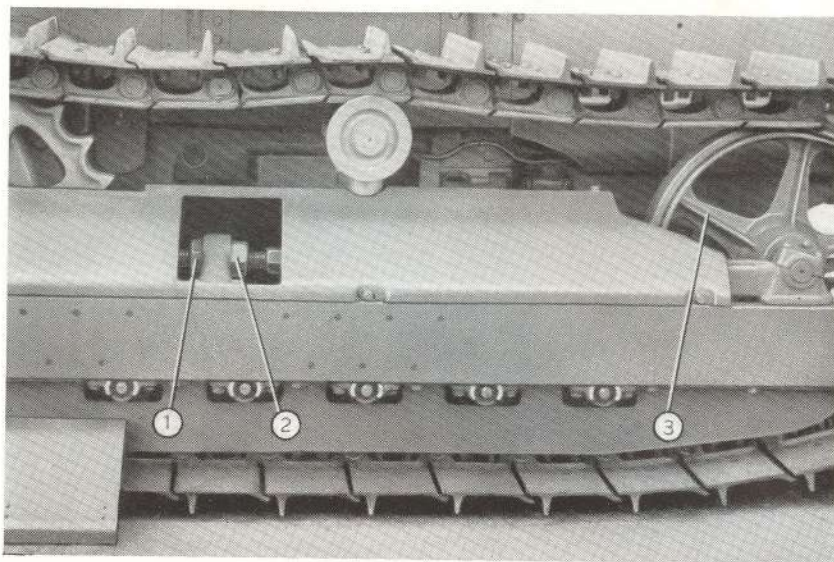

Fig. 76. - Réglage de la tension des chenilles.
- Visser de quelques tours l'écrou avant de blocage du tirant de réglage (2, fig. 76).